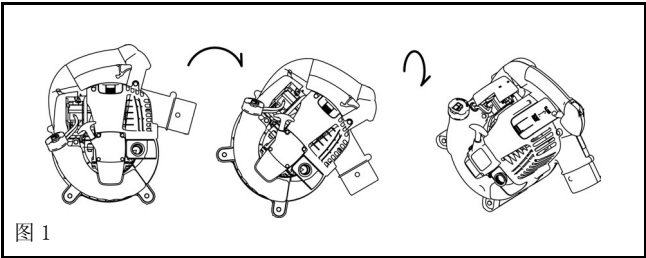

图 1
- (1) 确认油箱盖盖紧。
- (2) 卸下机油盖。
- (3) 如图 1 所示按顺序倾斜机器。
打开盖子时，用手指按住手柄和塞盖的突起部（图 1）。推上突起部并将盖子滑向“OPEN”方向（图 2）。